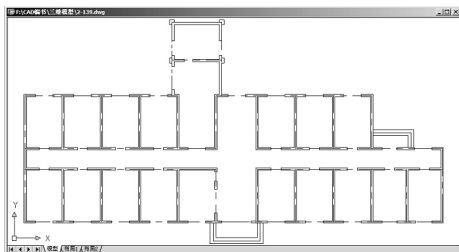

图 6.2 修改后的宿舍楼平面图
- (1) 打开“2.107.dwg”图形文件。
- (2) 将“2.107.dwg”图形文件内除【墙线】、【室外】和【轴线】外的其他图层冻结。
- (3) 执行菜单栏中的【编辑】|【复制】命令，在**选择对象**：提示下，输入“ALL”后按 Enter 键，再次按 Enter 键结束命令。
- (4) 执行菜单栏中的【窗口】|【宿舍楼三维模型】命令，将“宿舍楼三维模型”图形文件切换为当前文件，然后执行菜单栏中的【编辑】|【粘贴】命令或按 Ctrl+V 快捷键，在**指定插入点**：提示下，在屏幕上单击任意一点作为图形的插入点。
- (5) 输入“Z”后按 Enter 键，再输入“E”后按 Enter 键，启动【范围缩放】命令。
- (6) 删除散水后将【室外】图层关闭，并把【阳台】图层设置为当前层，绘制出阳台平面轮廓，结果如图 6.2 所示。